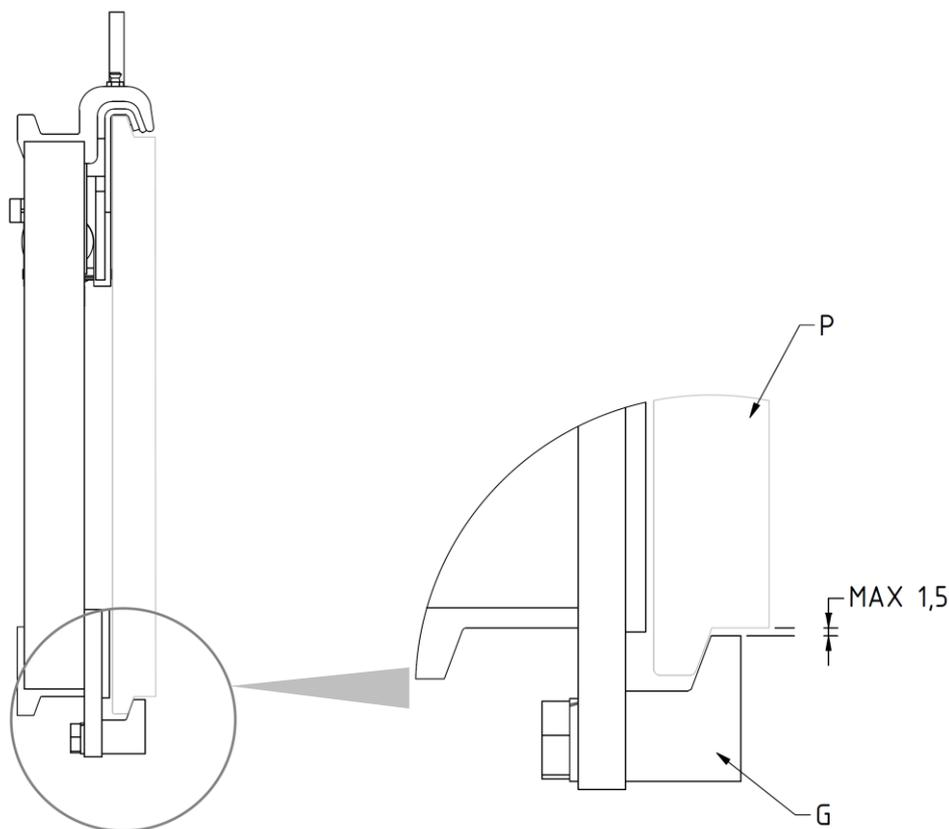

Figure 6
8. Revisser les 2 crochets inférieurs **G** de manière à ce que le corps de ces derniers reste accroché aussi en bas du tablier porte-fourches **P** (avec un jeu max. de 1,5 mm, voir détail *Figure 6*), en serrant avec le couple de serrage indiqué dans le *Tableau 3*.